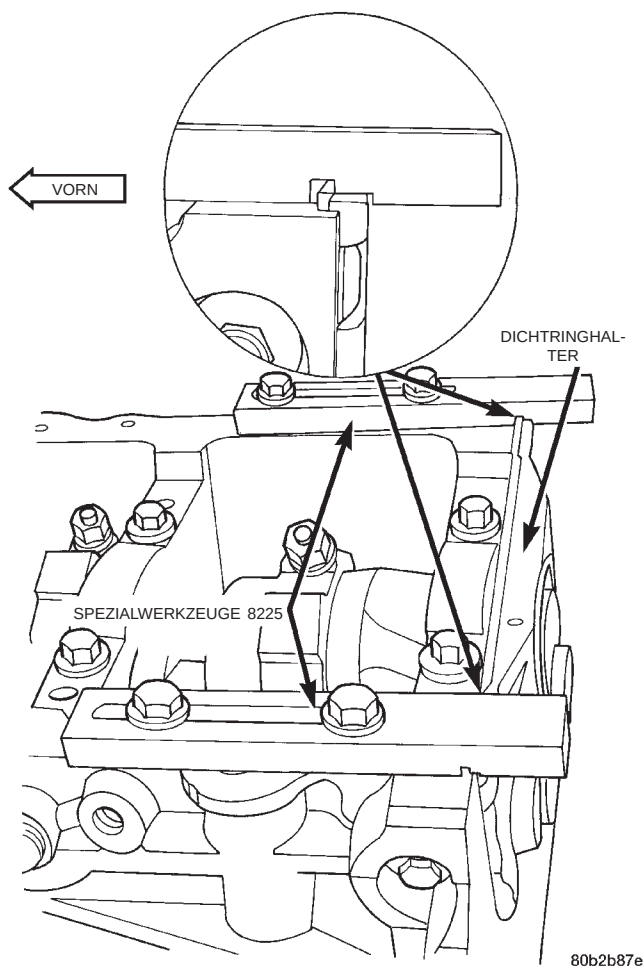

Abb. 86 Halter des hinteren Kurbelwellendichtrings ausrichten
(4) Gegen die Spezialwerkzeuge 8225 festen Druck auf den Dichtringhalter ausüben (Abb. 86) und die Schrauben des Dichtringhalters mit einem Anzugsmoment von 12 N·m (105 in. lbs.) festziehen.
(5) Hinteren Kurbelwellendichtring und Ölwanne einbauen. Näheres hierzu siehe entsprechende Anleitung in diesem Abschnitt.